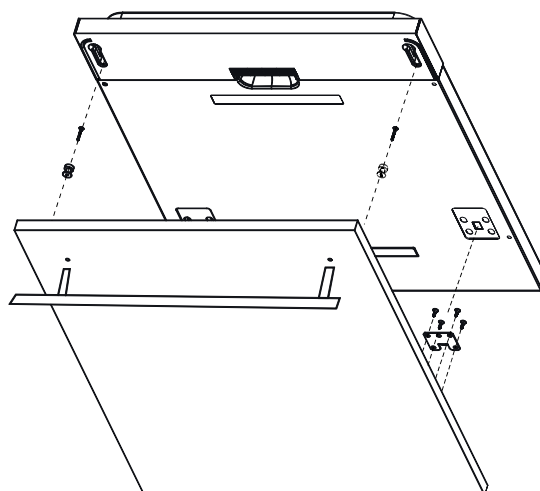
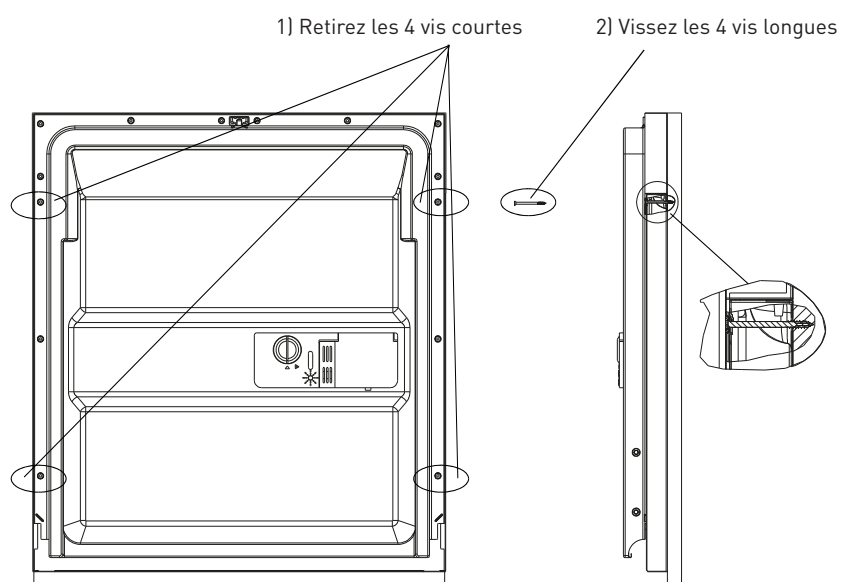

Fig. 4a
Fig. 4b
2. Installez la patère sur le panneau esthétique en bois et insérez les crochets dans les fentes de la porte extérieure du lave-vaisselle (Fig. 4a). Après avoir positionné le panneau, fixez-le sur la porte extérieure à l'aide des vis et écrous fournis (Fig. 4b).